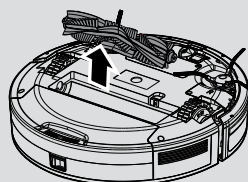

Fig. 12
3. Sollevare il rullo afferrandone un'estremità. [Fig. 12]